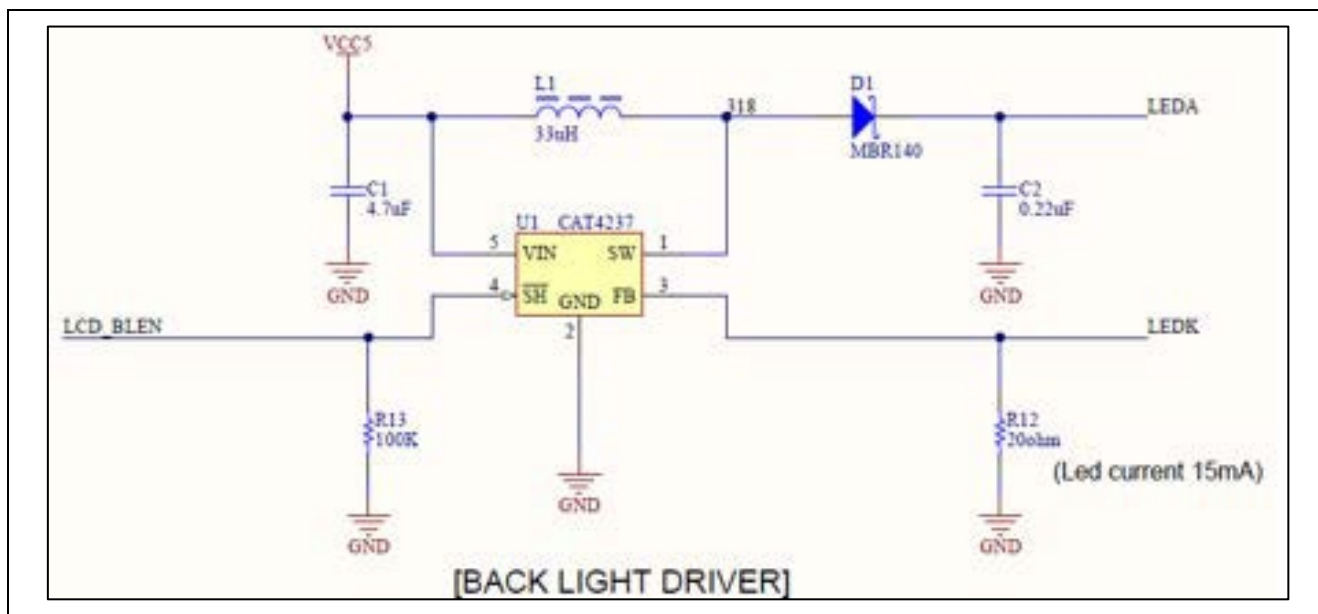

図 17. LCD\_BLEN と DISP\_BLEN P404 の接続
14. LCD パネルの LCD\_BLEN ピンは、ボード RA8D1 の DISP\_BLEN P404 に接続されます。(図 17)